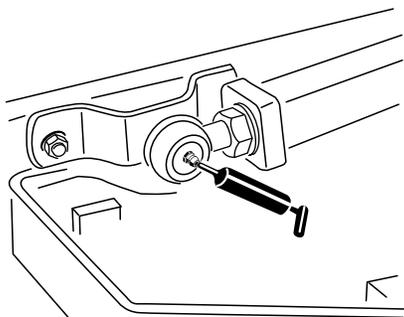

Figure 41
- Rotules de bras de relevage (2) (Figure 41).